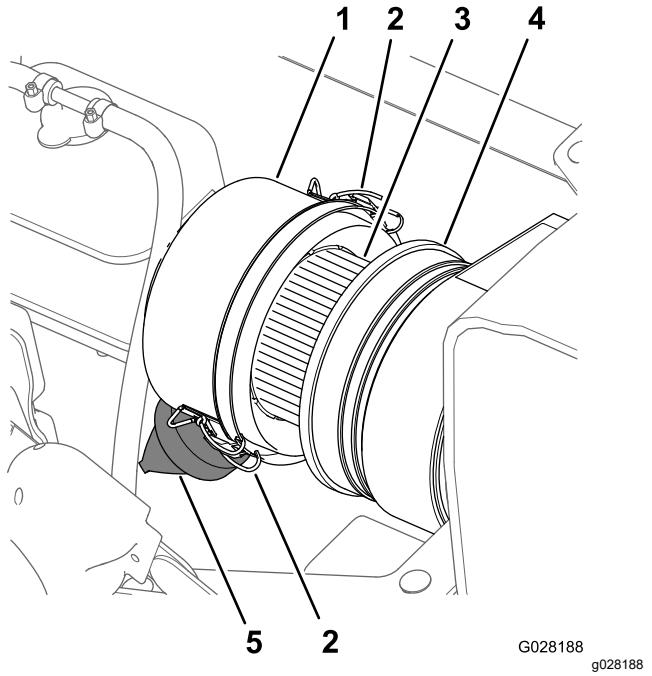

Bild 76
3. Reinigen Sie den Staubdeckel und das Luftfiltergehäuse (Bild 76).
4. Prüfen Sie das Gehäuse des Luftfilters auf Schäden, die eventuell zu einem Luftleck führen könnten (Bild 76).
5. Drücken Sie das Staubventil zusammen, um Schmutz, Staub und Rückstände zu entfernen (Bild 76).
7. Überprüfen Sie den Luftfiltereinsatz auf starke Staub-, Schmutz- oder Rückstandsansammlungen (Bild 76).
8. Setzen Sie den Staubdeckel auf das Luftfiltergehäuse und befestigen den Deckel mit den zwei Riegeln (Bild 76).
2. Reinigen Sie den Staubdeckel und das Luftfiltergehäuse (Bild 76).
6. Wischen Sie die Innenseite des Staubdeckels, des Luftfiltergehäuses und des Staubventils mit einem feuchten Lappen ab (Bild 76 und Bild 77).